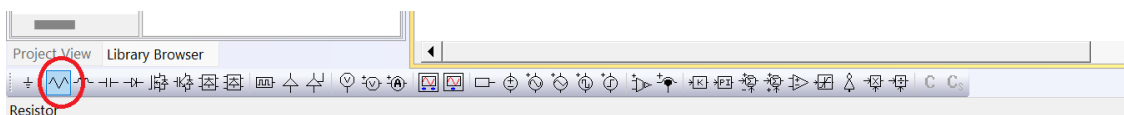

Figura 5 – Resistência elétrica
4) Agora podemos selecionar as resistências necessárias para a simulação do circuito. A resistência está destacada na Figura 5.